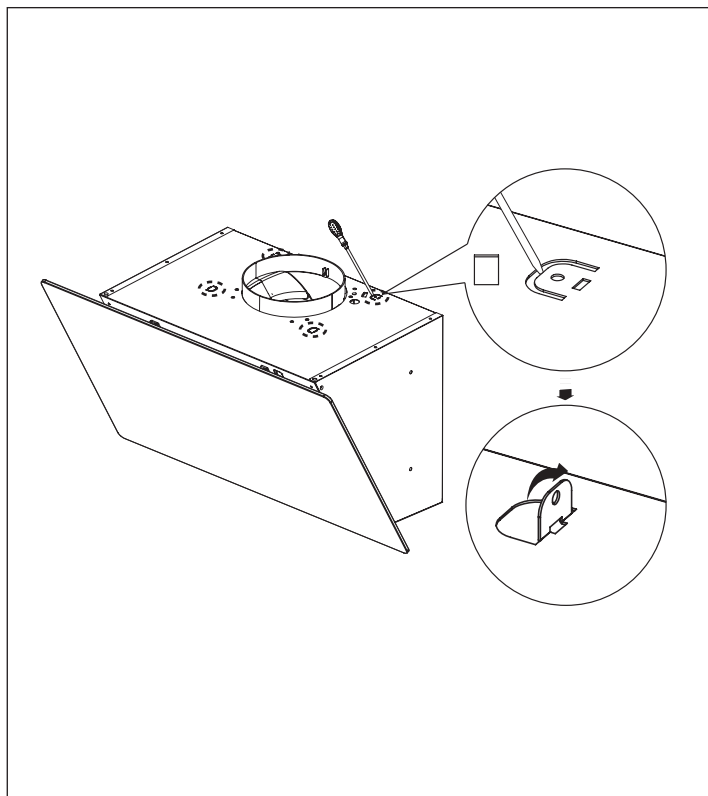

Рис. 10
9. С помощью отвертки отогните в вертикальное положение специальные «ушки» для крепления декоративного короба на корпусе вытяжки (Рис. 10)